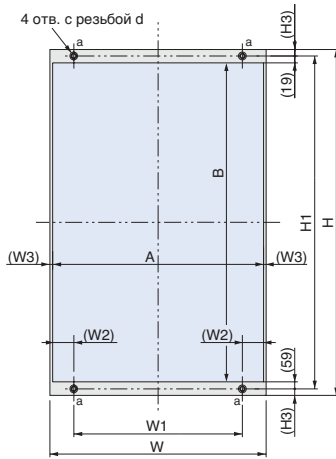

Рис. 3
1. Размеры сверху и снизу различаются. См. Рис.3